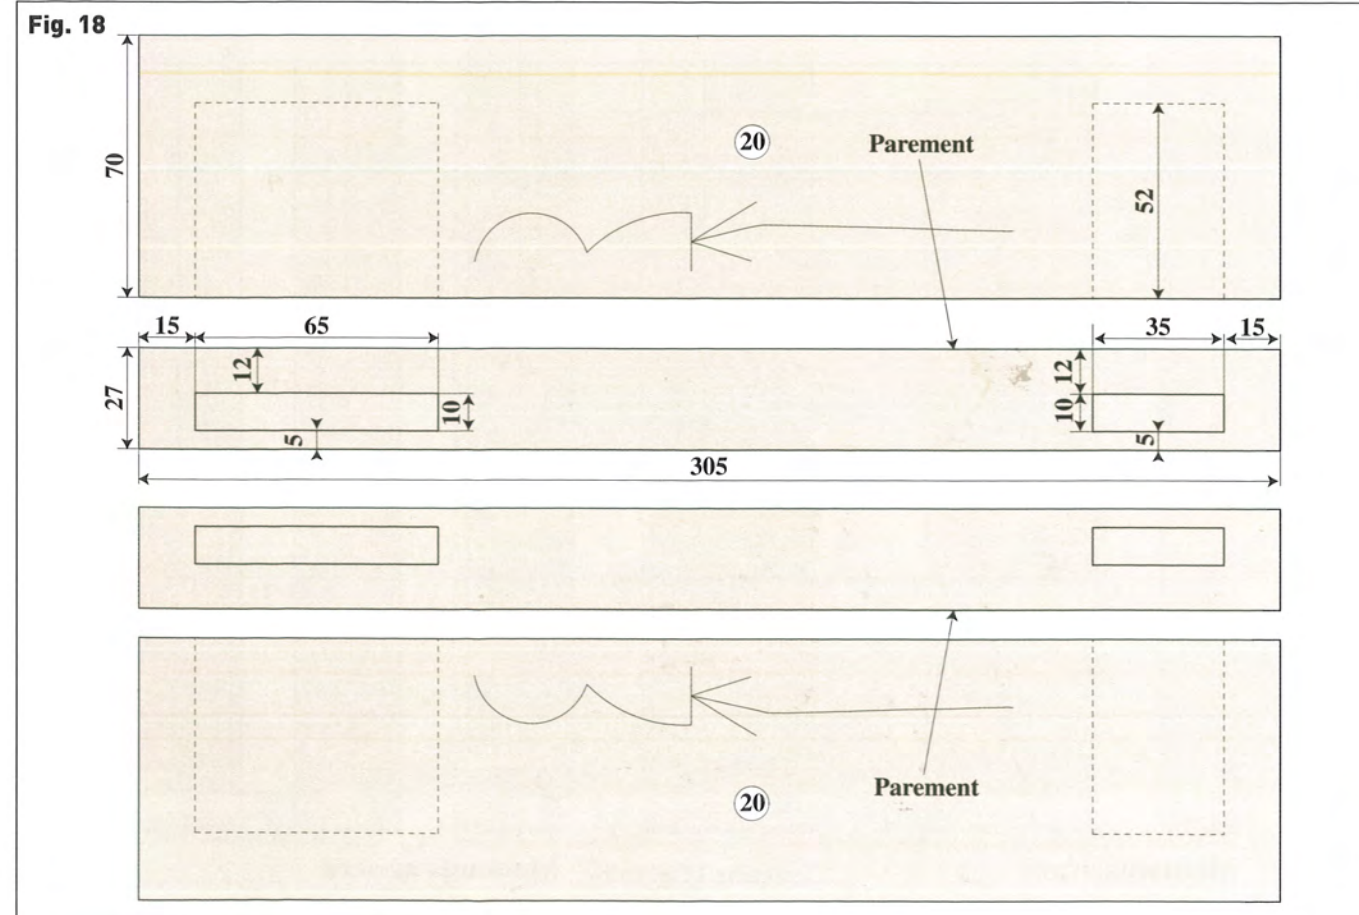
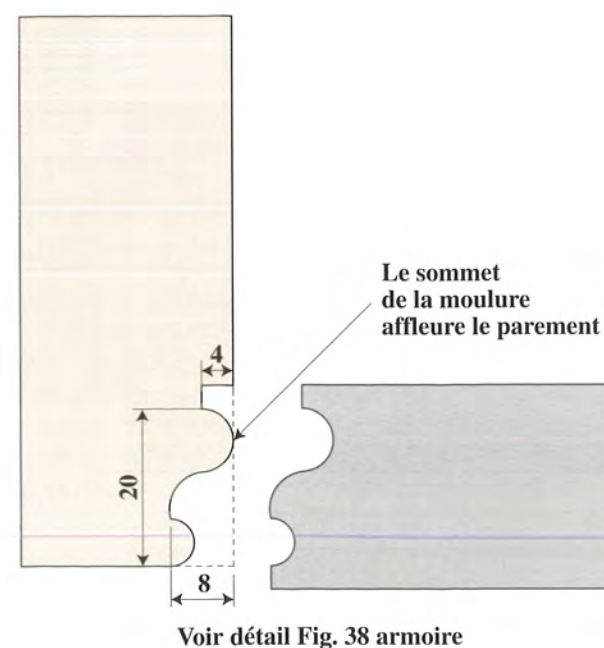

Fig. 21
Fig. 22
Effectuez les rainures dans les montants (Fig. 15) et traverses (6), (7) et (8) (Fig. 16, voir aussi Fig. 21 de l'armoire). Effectuez les moulures des chantournements des traverses (3), (6) (Fig. 17, voir aussi Fig. 30 et 31 de l'armoire).
Effectuez la moulure intérieure de la porte (Fig. 21, voir aussi Fig. 38 de l'armoire). Réalisez à la main la moulure de la traverse chantournée (21). Réalisez les rainures dans les montants et les traverses de la porte pour y loger le panneau (Fig. 22, voir aussi Fig. 40 de l'armoire). Profitez de l'outil pour pousser les rainures d'embranchement du fond du tiroir.